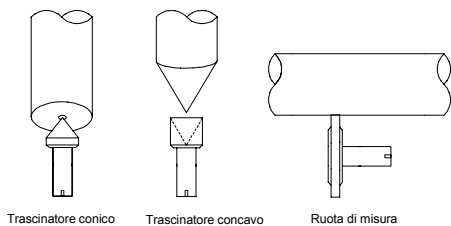

Fig.2
1. Montare sull'alberino dello strumento la ruota per la misura in mt/min (vedi fig.2)